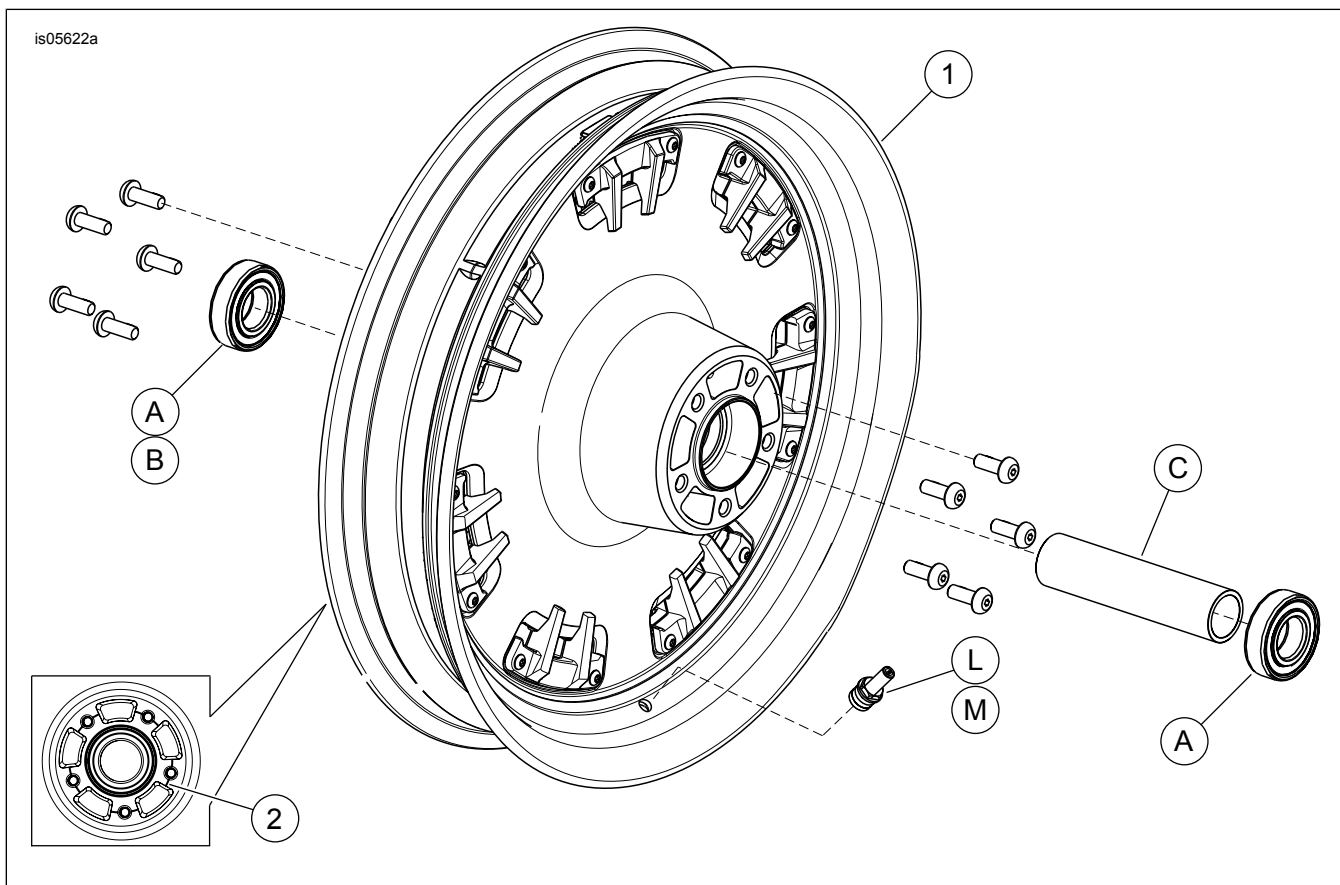

Abbildung 1. Ersatzteile: „Fang“-Vorderrad
2. Siehe Abbildung 1. Die Ventilschaft-Baugruppe (L) am Rad anbringen. Siehe Werkstatthandbuch.